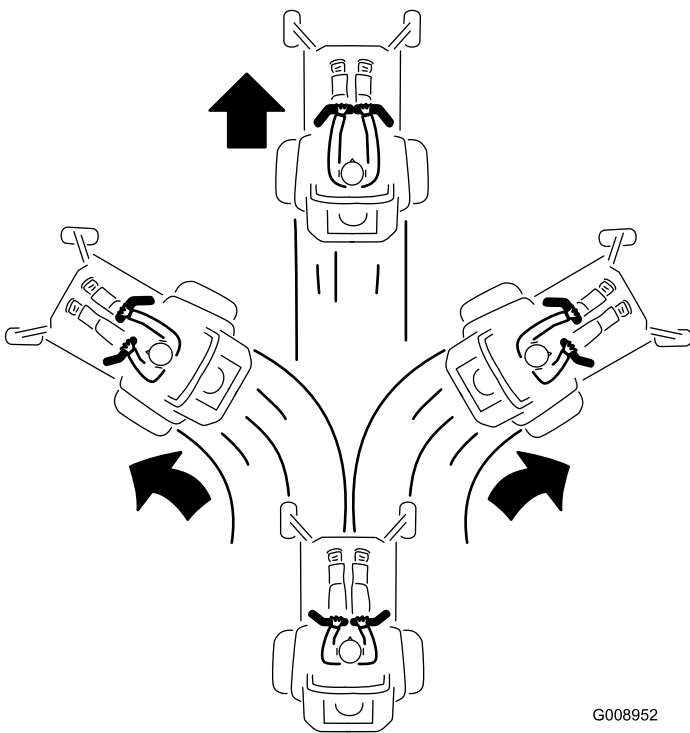

Figura 31
3. Para ir hacia adelante, empuje lentamente las palancas de control de movimiento hacia adelante (Figura 31).